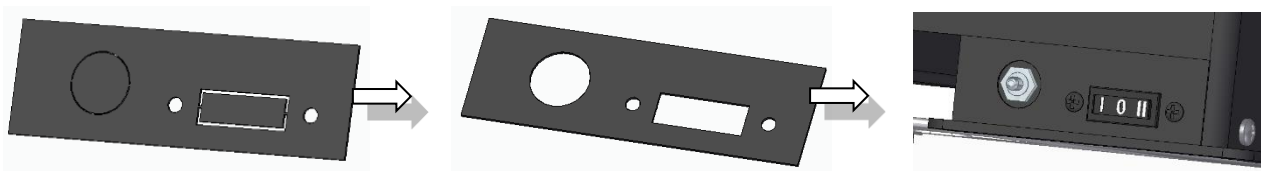

Figura 54 – Fixação do micro-switch e botão On-Off
- c. Por fim, deverá colocar o micro-switch e o botão On-Off no devido local, como mostra a Figura 54, deverá primeiro partir as micro-juntas da chapa que está no equipamento, no canto inferior direito para fixar os componentes.